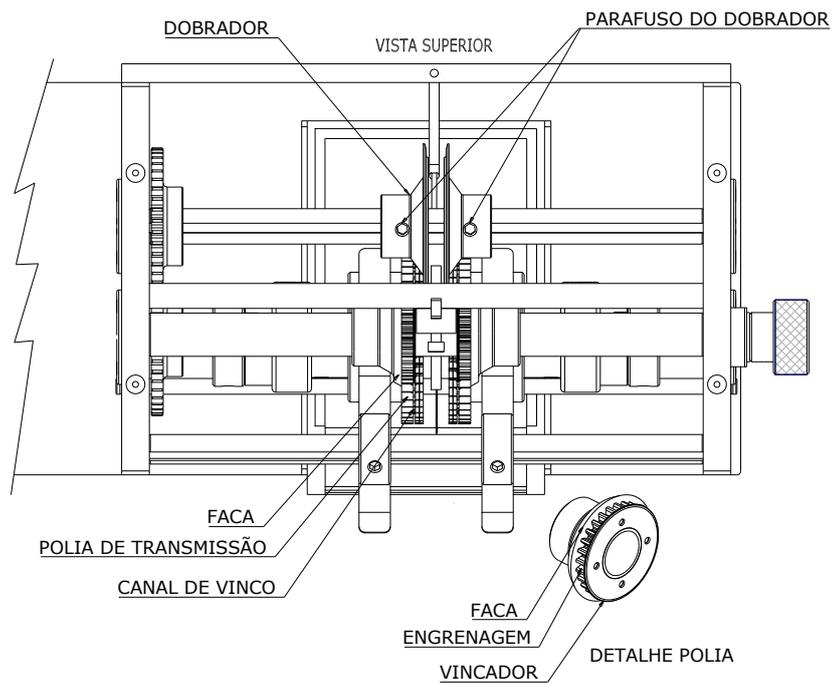

FIGURA 2
- Recoloque o eixo excêntrico com as novas polias de modo que o "vincador" (neste caso servirá somente como guia da polia) se encaixe no canal de vinco; (ver posição figura 2)
- Solte os parafuso dos dobradores (ver figura 2 pag. 8) ;
- Solte os parafusos (item 1 e 4 da pág.10) , gire a peça item 3 até que a escala fique na medida correspondente ao diâmetro do terminal do componente;
- Após encostar o conjunto no dobrador reaperte o parafuso 1 , gire a peça item 3 até que a escala retorne ao zero e reaperte o parafuso , item 4.